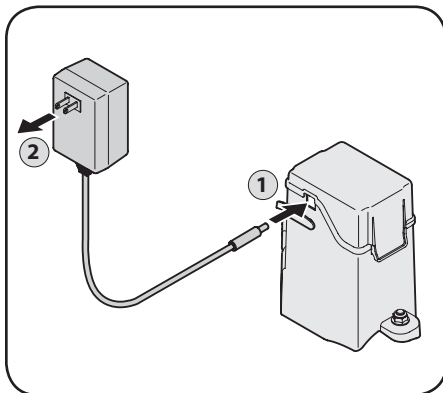

Figure 4-9
1. Dégagez le joint du couvercle à la charnière et branchez le chargeur de la batterie dans l'orifice sur le côté de l'habitacle de la batterie. Voir la Figure 4-9.